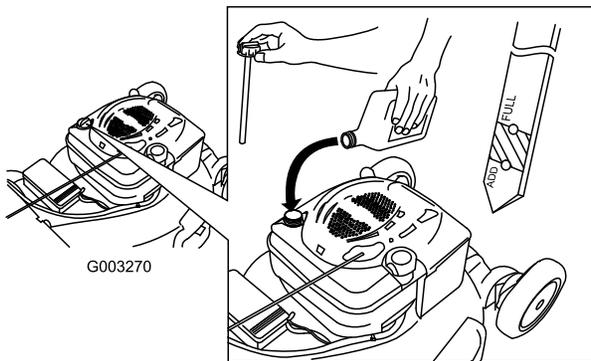

Figura 36
4. Vierta **lentamente** aceite en el tubo de llenado hasta que el nivel llegue a la marca Full de la varilla (Figura 36). **No llene demasiado.** (Capacidad máxima: 0,59 l, tipo: SAE 30, aceite detergente con clasificación de servicio API SF, SG, SH, SJ, SL o superior.)